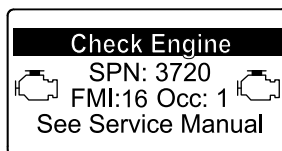

Bild 54
- Motorwarnung SPN 3720, FMI 16 (Bild 54)